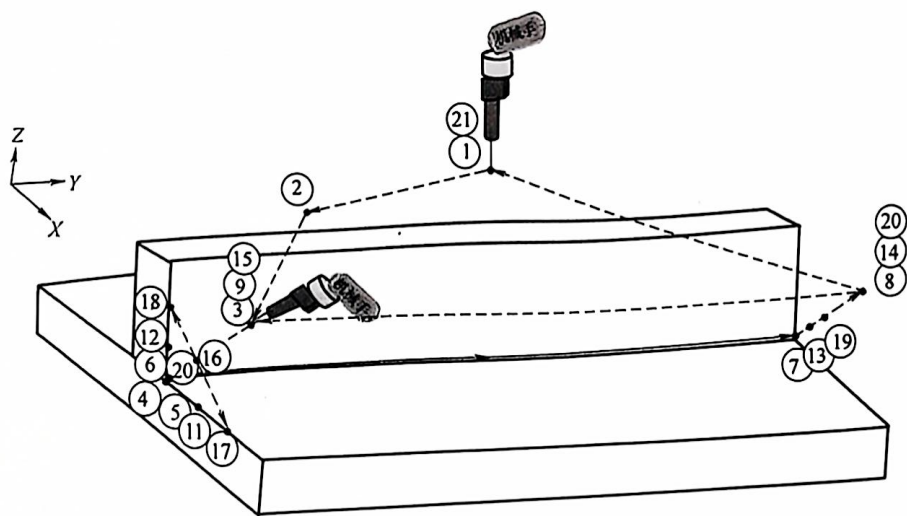

图 2-21 中厚板 T 形角接产品的示教运动轨迹
(1) 示教运动轨迹 该产品采用多层单道直线摆动在线示教编程与焊接, 其示教运动轨迹如图 2-21 所示, 主要由编号为①~⑳的 20 个示教点组成。
①点、㉔点为原点 (或待机位置点), 其应处于与工件、夹具不干涉的位置, 焊枪姿态一般为 45° (相对于 X 轴)。
②点、⑦点、⑧点、⑬点、⑭点、⑲点为过渡点 (前进点或退避点), 也要处于与工件、夹具不干涉的位置, 焊枪角度任意。
③点、⑥点、⑨点、⑫点、⑮点、⑱点为各层焊缝的焊接开始点与结束点, 焊枪姿态为与两工件成 45° 夹角, 与焊缝待焊方向成 $95^\circ \sim 100^\circ$ 夹角。
④点、⑤点、⑩点、⑪点、⑰点为摆动振幅点, 应根据焊道的宽度确定相应位置, 并考虑焊枪在该点上的停留时间, 焊枪的姿态和角度应与焊接点一致。